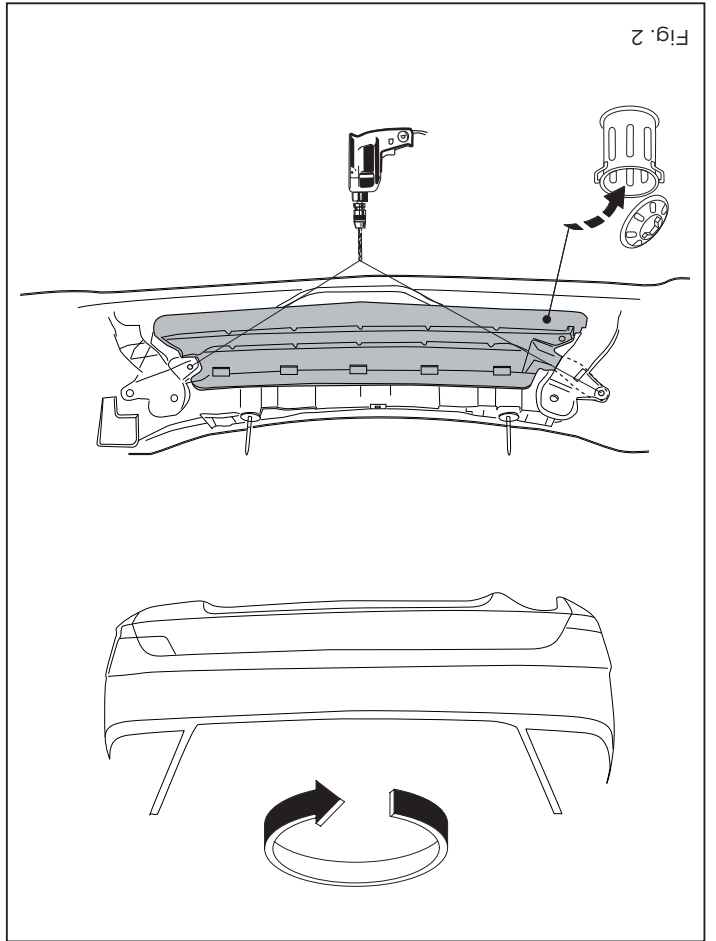

Fig. 2
2. Remove the part indicated. See figure 2.
2. Den angegebenen Teil abmontieren. Siehe Abbildung 2.
2. Démontez la partie indiquée. Voir la figure 2.